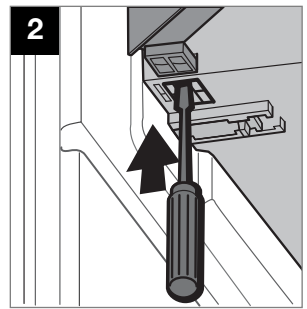

Abb. 23
- Entriegeln Sie die Frosterfachtür mit Hilfe eines Schraubendrehers (Abb. 23).